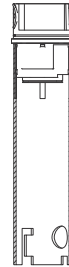

Abb. 7
- 2.11. Mit dem Montageschlüssel den Messeinsatz ins UPT führen (Abb. 7). Dabei auf Durchflussrichtung gemäß Pfeil im UPT und unten am Messeinsatz achten (O-Ring und 7 Löcher am Einlauf, Buchse im Auslauf).